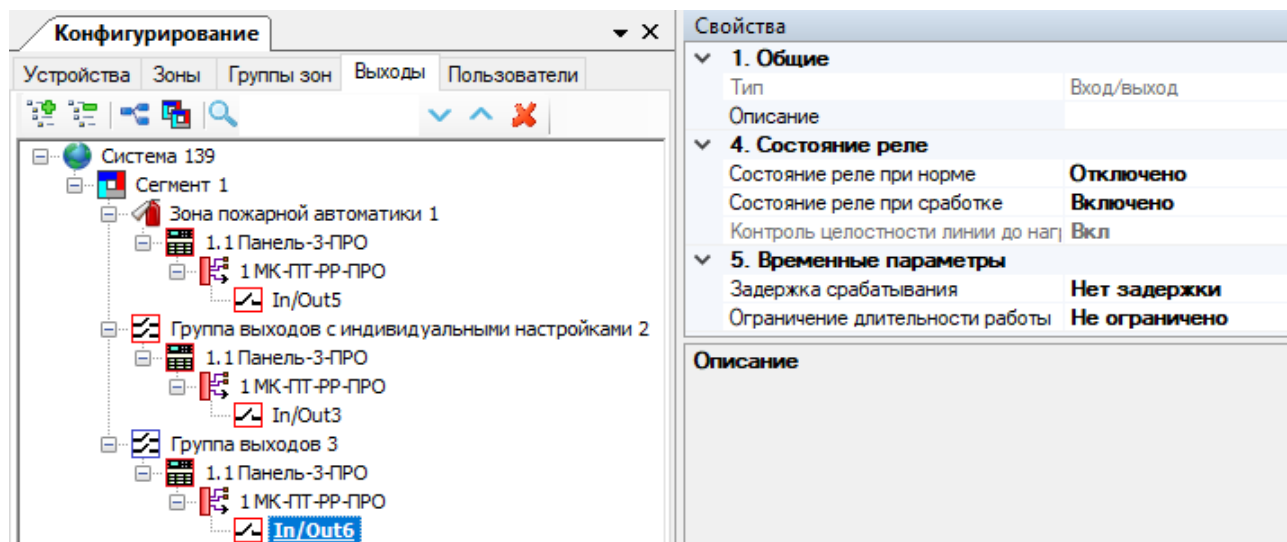

Рис. 45
- Выход должен быть нормально разомкнутым (состояние реле при норме – отключено), задержка срабатывания выхода должна быть отключена (см. рис. 45).